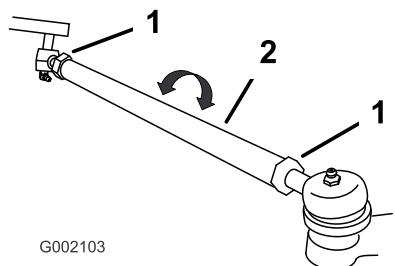

Figura 33
- Se la misura non rientra nel range previsto (vedere le dimensioni e i parametri riportati all'inizio di questa operazione), allentate i controdadi da ambo i lati dei tiranti (Figura 33).